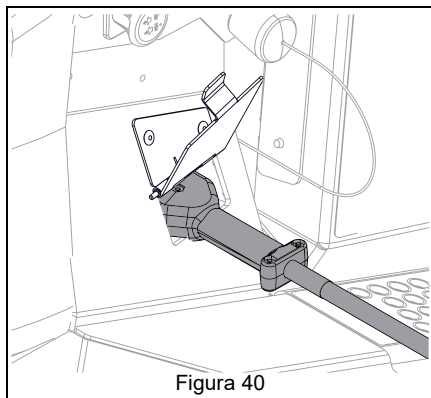

Figura 40
5. Collegare il connettore del caricabatterie alla presa di carica sull'unità. Vedere Figura 40.